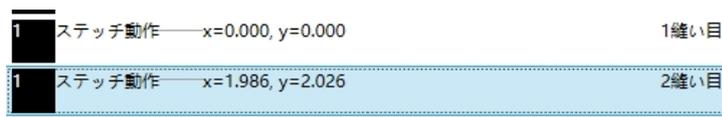
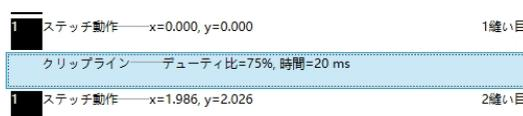

図 5.7.5b 「コマンド挿入」ボタン
図 5.7.5c 系張りパラメータ設定
②追加方法は2つあります。1、追加したいコマンドをダブルクリックします。2、追加したいコマンドをクリックして選択し、図 5.7.5b に示すように「コマンド挿入」をクリックすると、パラメータ設定ボックスがポップアップされます。系張りを例にとると、図 5.7.5c の通りです。
②コマンドライブラリからコマンドを選択する場合、「コマンド挿入」をクリックするか、このコマンドをダブルクリックすると、パラメータポップアップウィンドウが表示されます。パラメータページは図 5.7.5c の通りです。「確定」ボタンをクリックすると、コマンドはコマンドセグメントエリアに表示されます。
③すべてのコマンドを追加した後、削除する必要がある場合、コマンドセグメントをダブルクリックするとパラメータ設定ボックスがポップアップ表示され、パラメータを変更することができます。コマンドを削除する必要がある場合、コマンドセグメントを選択し、「削除」ボタンをクリックします。コマンドセグメントを移動する必要がある場合、コマンドを選択した後、「↑」「↓」ボタンをクリックすると、コマンドセグメントを上下に移動できます。